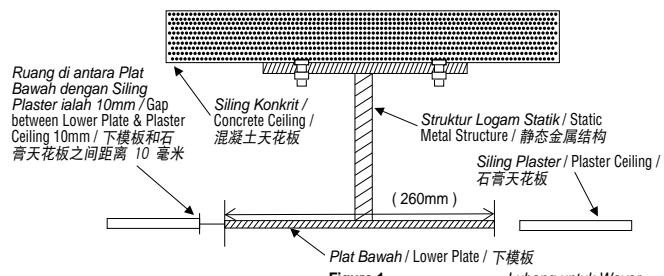
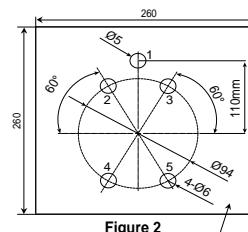

Figure 1
Figure 2
① Pastikan Struktur Logam Statik diboltkan dengan kuat pada siling konkrit seperti yang ditunjukkan dalam Rajah 1 dan mampu menahan berat 100kg. Plat Bawah Struktur Logam Statik hendaklah sama arasnya dengan siling plaster. Tinggalkan ruang 5 ~ 10 mm di antara Plat Bawah dengan Siling Plaster. Pastikan lubang yang dibuat pada plat bawah Struktur Logam Statik adalah seperti yang ditunjukkan dalam Rajah 2. (Cadangan Plat Bawah Struktur Logam ialah 260mm X 260mm X 5mm)
② Boltkan Pemasangan Plat Gantung kepada Plat Bawah seperti yang ditunjukkan dalam Rajah 3. Gunakan Bolt M6 dan bukan Bolt Carl yang dibekalkan. Pastikan tidak ada bahagian yang longgar dalam seluruh struktur tergantung.
① Ensure Static Metal Structure is firmly bolted to the concrete ceiling as shown in the Figure 1 and able to withstand weight of 100kg. The Lower Plate of Static Metal Structure should be the same level as the plaster ceiling. Allow 5~10mm gap between the Lower Plate and Plaster Ceiling. Make sure holes are made on the lower plate of the Static Metal Structure as shown in Figure 2. (Suggest Lower Plate of Metal Struture is 260mm X 260mm X 5mm)
① 如图 1 所示，确认静态金属结构牢牢地栓在混凝土天花板上且可承受 100 公斤重量。静态金属结构的下模板应与石膏天花板的高度齐平。下模板与石膏天花板间，请预留 5~10 毫米距离。如图 2 所示，确认静态金属结构的下模板上有钻孔。（建议金属结构的下模板大小为 260 毫米 X 260 毫米 X 5 毫米）